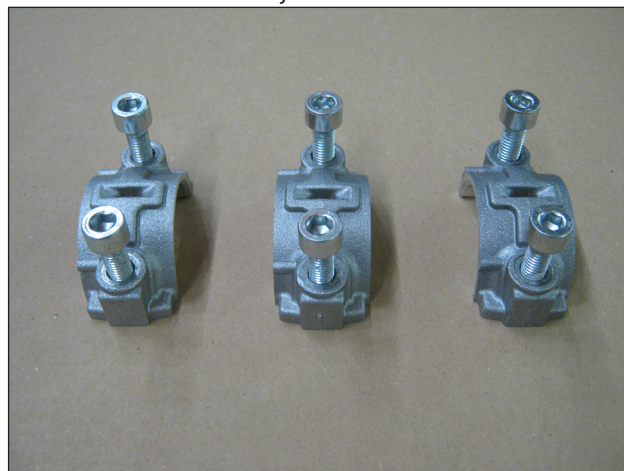

Fig. 2
- el sombrerete de la biela como se indica a continuación: quitar los tornillos de fijación del sombrerete y extraer los sombreretes de biela (Fig. 2) controlando con atención la secuencia de desmontaje.